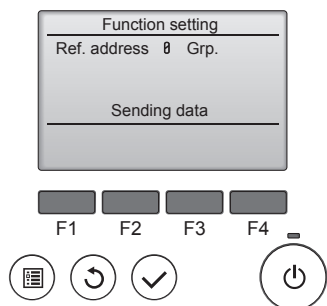

Fig. 6-15
- ⑤ (Fig. 6-15)
- ① Funktionsauswahlmodus aufrufen